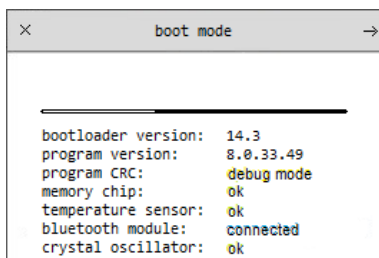
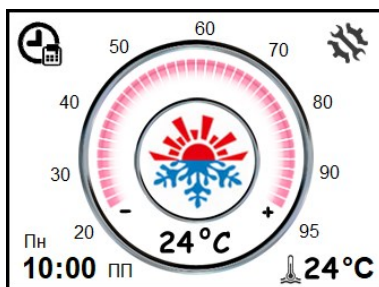

Рис. 36. Окно загрузки PU-28
Рис. 37. Главное окно PU-28
3. На пульте управления PU-28 откроется окно загрузки (Рис. 36). При успешном обновлении программного обеспечения статус изменится на «Загружено», прогресс загрузки достигнет 100%, а на PU-28 откроется главное окно (Рис. 37).